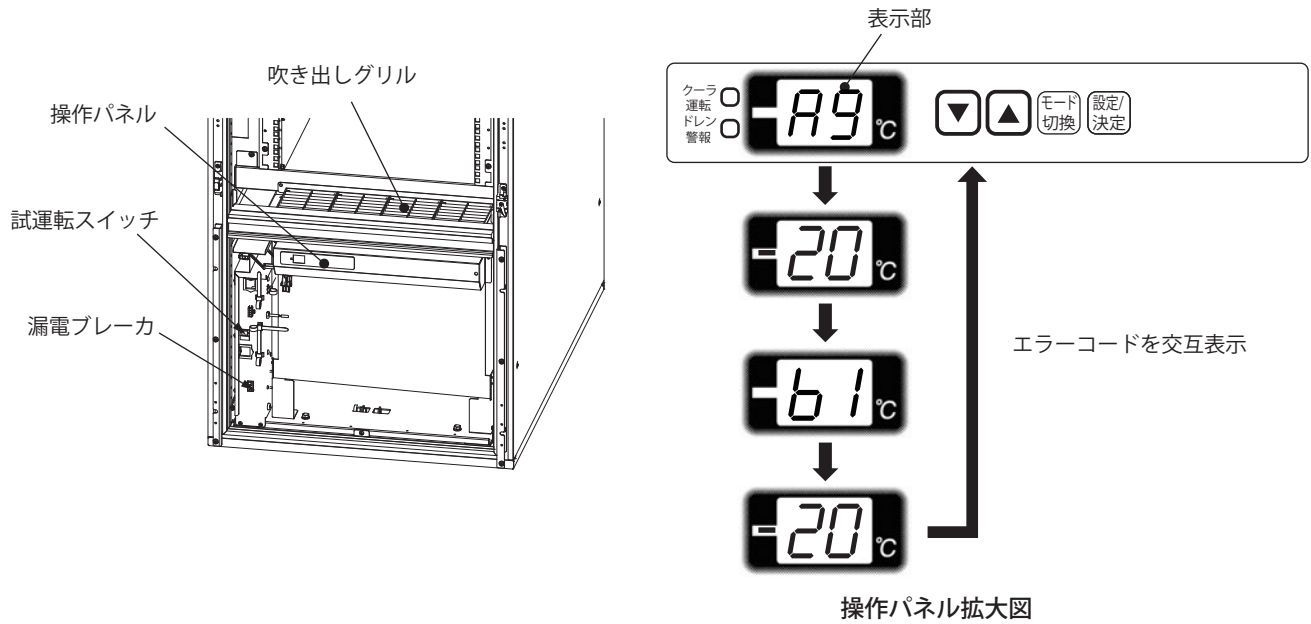

図3
- ④クーラーの漏電ブレーカを OFF にしてください（図 3）。
- ④クーラーの漏電ブレーカをONにしてください。内部ファンは1分間以上経過後に動作します（図3）。
⑤前面ドアを開いて、吹き出しグリルから風が出ていることを確認後、試運転スイッチを試運転にしてください。操作パネルの表示部にエラーコードA9（ドア開放異常）とb1、-20を交互に表示します（図3）。
- ⑥クーラーのコンプレッサーおよび外部ファンが動作すると、操作パネルのクーラー運転ランプが緑点灯し、吹き出しグリルから冷気、後面の換気口から暖気が排出されます（図3、4）。
- ⑦クーラー試運転の動作確認が終わりましたら、クーラーの試運転スイッチを通常運転にしてください。ラック内の温度が+20～+35℃の場合、クーラーの試運転スイッチを通常運転にしてから約1分間経過後、操作パネルの表示部にエラーコードが出力されなくなります（図3）。
⑧クーラー漏電ブレーカ、本製品を接続した配電盤の電源ブレーカの順番にOFFにしてください。
⑨前面パネル、フィルターを取り外した逆の手順で取り付けください。
- ③クーラーの漏電ブレーカをONにしてください（図3）。
- ④前面パネル、フィルターを取り外しと逆の手順で取り付けください。
- ⑤本製品を接続した配電盤の電源ブレーカをONにしてください。